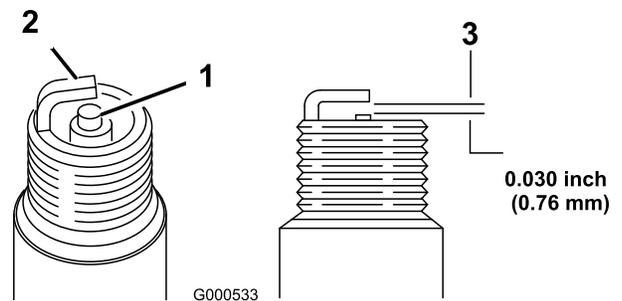

图 45
1. 查看火花塞的中心图 45。
2. 检查中心电极与侧电极之间的空隙图 45。如果空隙不正确则弯转侧电极。